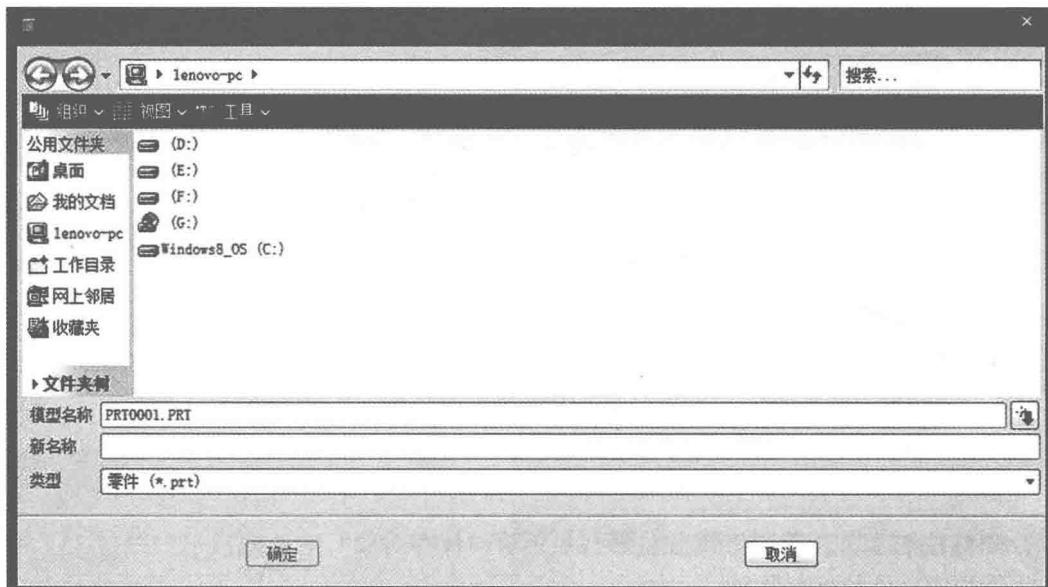

图 1-7 “保存副本”对话框
- ①选择菜单栏中“文件”下拉菜单中的“保存副本”命令，系统将弹出如图 1-7 所
②在“新建名称”文本框中输入新文件名；
③单击“类型”下拉列表框，选择文件保存的类型；
④单击“确定”按钮。